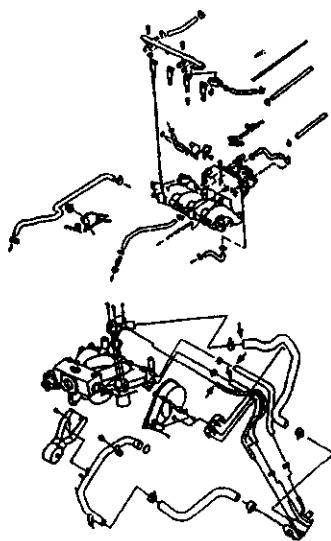

图 2-21 拆下各种软管
①拆掉蓄电池负极电线。
②排出冷却系统中的冷却液。
③拆卸进气管。
④断开下列电器电线：EGR 阀、进气歧管接地线、冷却液温度传感器、喷油器导线、蒸发罐排污阀、节气门位置传感器、怠速空气控制阀、MAP 传感器、机油压力开关、CMP 传感器、氧传感器、压力调节器真空开关。
⑤从节气门体上脱开油门拉索。
⑥如图 2-21 所示，拆下下列软管：从进气歧管脱开制动助力器软管、从蒸发罐排污阀脱开排污软管、从节气门体脱开加热器进水软管、拆开散热器进水软管和贮水罐软管、从进气歧管和节气门体拆下 PCV 软管和燃油软管。拆时应注意标记，防止安装出现错误。